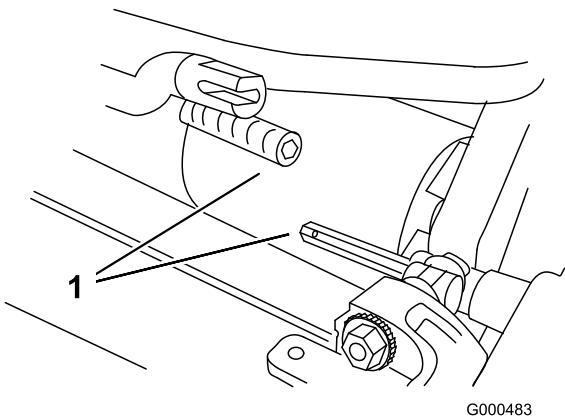

Figura 48
- Tirate in avanti l'apparato di taglio di 51 mm, poi tiratelo verso destra per disinnestare il giunto di trasmissione (Figura 48).